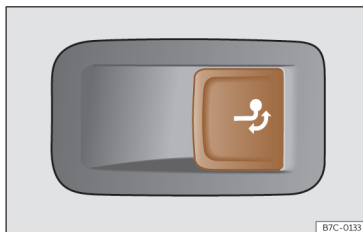

Fig. 176 Sur le côté droit du coffre à bagages : touche pour déverrouiller le crochet d'attelage.
- Tirez la touche >>> **fig. 176** brièvement. Le crochet d'attelage se déverrouille électriquement et tourne automatiquement vers l'extérieur. Le témoin de la touche clignote.
- Tirez la touche >>> **fig. 176** brièvement. Le crochet d'attelage se déverrouille électriquement.
- N'appuyez jamais sur la touche >>> **fig. 176** lorsqu'une remorque est accrochée ou qu'un porte-bagages ou d'autres accessoires sont montés sur l'attelage.